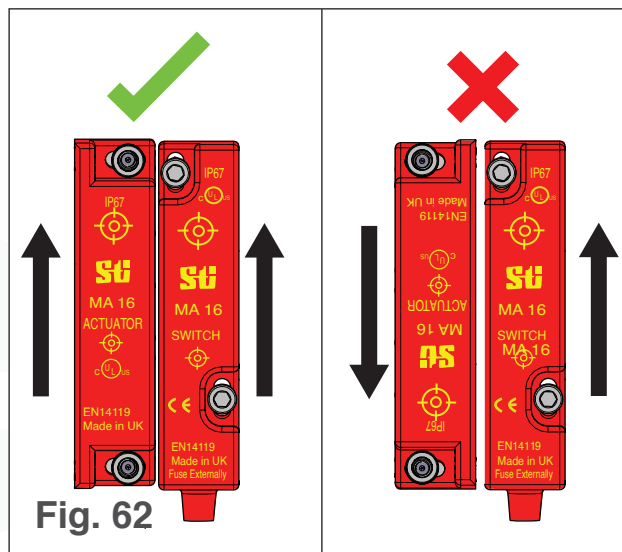

Fig. 62
- Vérifiez que les verrouillages de sécurité sont installés dans le bon sens (voir Fig. 62) . Le haut des deux capteurs rouges a du texte. Assurez-vous que le texte est orienté dans la même direction sur les deux capteurs et que les capteurs ne sont pas distants de plus de $\frac{1}{8}$ po (voir Fig. 62).